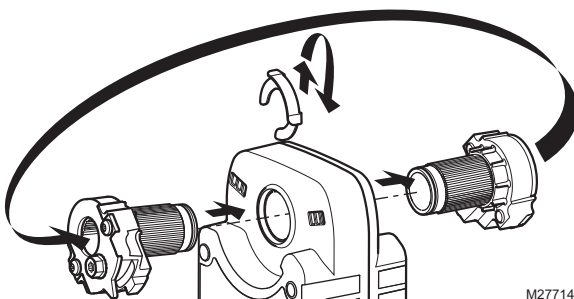

Fig. 30. Placer l'actionneur en position normalement ouvert.
- (1) Modifier le réglage de l'interrupteur à action directe/inverse, ou
- (2) Pour changer le sens du ressort de rappel : déposer, inverser et poser l'actionneur de nouveau sur le support.
- d. Déplacer l'adaptateur d'arbre à centrage automatique du côté opposé à l'actionneur, comme illustré dans la Fig. 30.